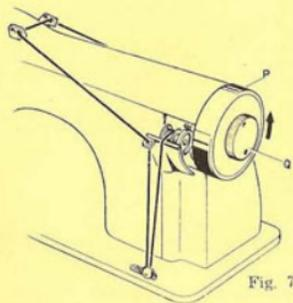

Fig. 7
- Disinnestare il volantino « P » trattenendolo con una mano e rotando il bottone « Q » nel senso della freccia (fig. 7);